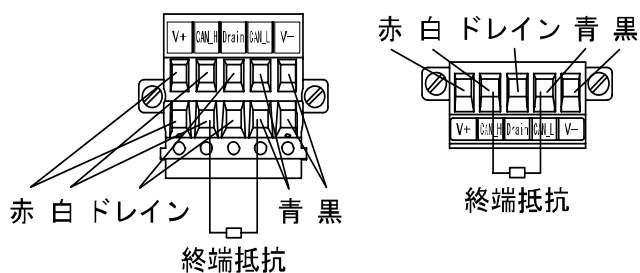

図2
(2) DeviceNet システムの両端のユニットには、必ず“CAN_H”-“CAN_L”間に“終端抵抗”を接続してください (図 2 参照)。終端抵抗の仕様は、 $121\Omega \pm 1\%$ 、1/4W です。